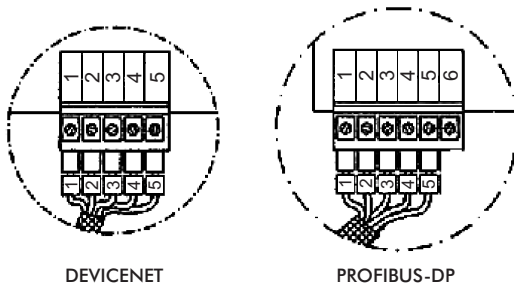

Figura 8: Conexão ao cartão Fieldbus
- Passo 3** Conecte a outra extremidade do cabo ao cartão Fieldbus (figura 8).